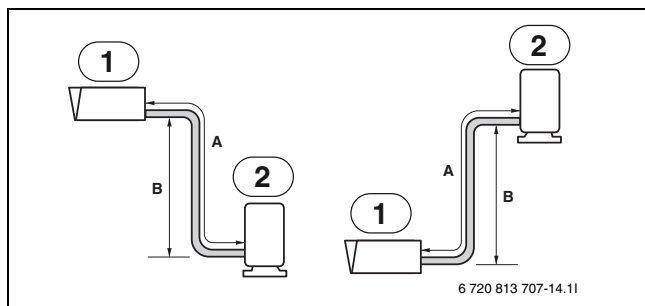

Fig. 15
2. Fastlæggelse af rørføringsretningen: nedad se (→ fig. 15)